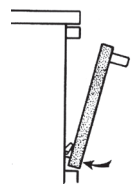

Bild 35
- Backofentür mit einem Ruck arretieren (Bild 35).